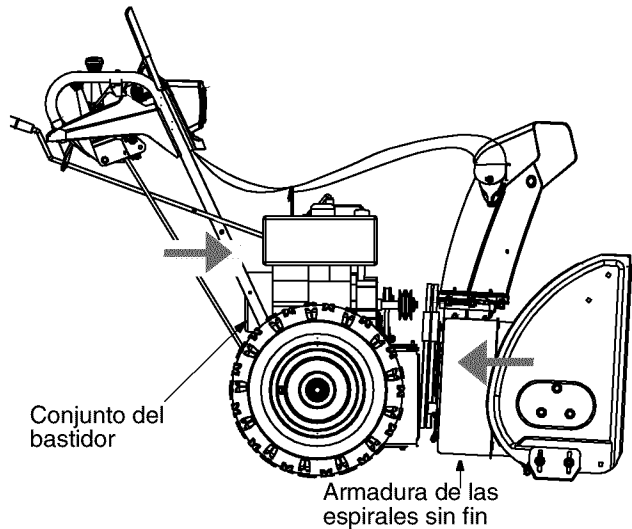

Figura 26
- Al levantar de las manijas, acerque el conjunto del bastidor a la armadura de las espirales sin fin y coloque las dos correas en las poleas delantera y posterior del motor. Vea la Figura 26.